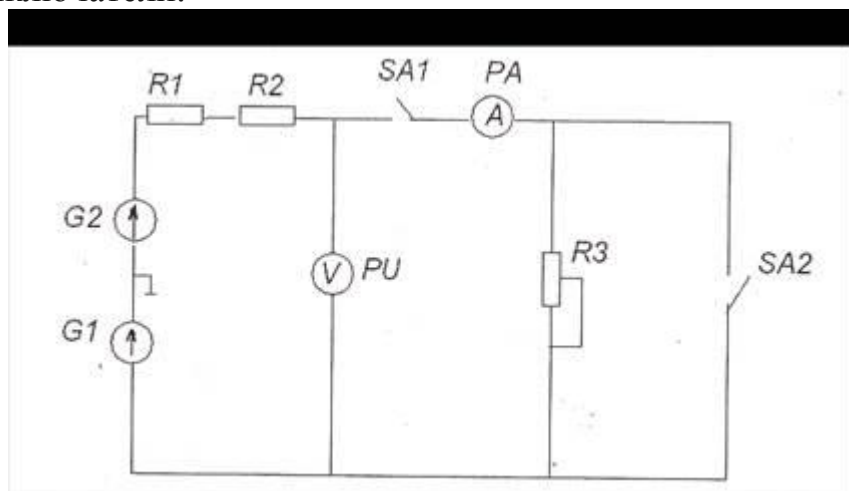

Рисунок 1.3 - Неразветвленная электрическая цепь с переменным сопротивлением
5.2. Собрать цепь по схеме (рисунок 1.3), дать проверить ее преподавателю.